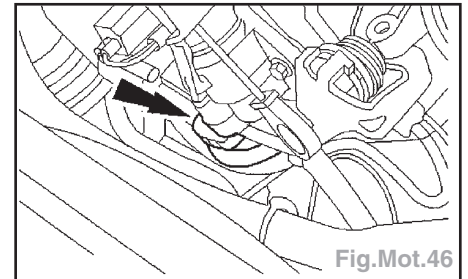

Fig.Mot.46
- Débrancher le connecteur de commande IMRC (Fig.Mot.46).